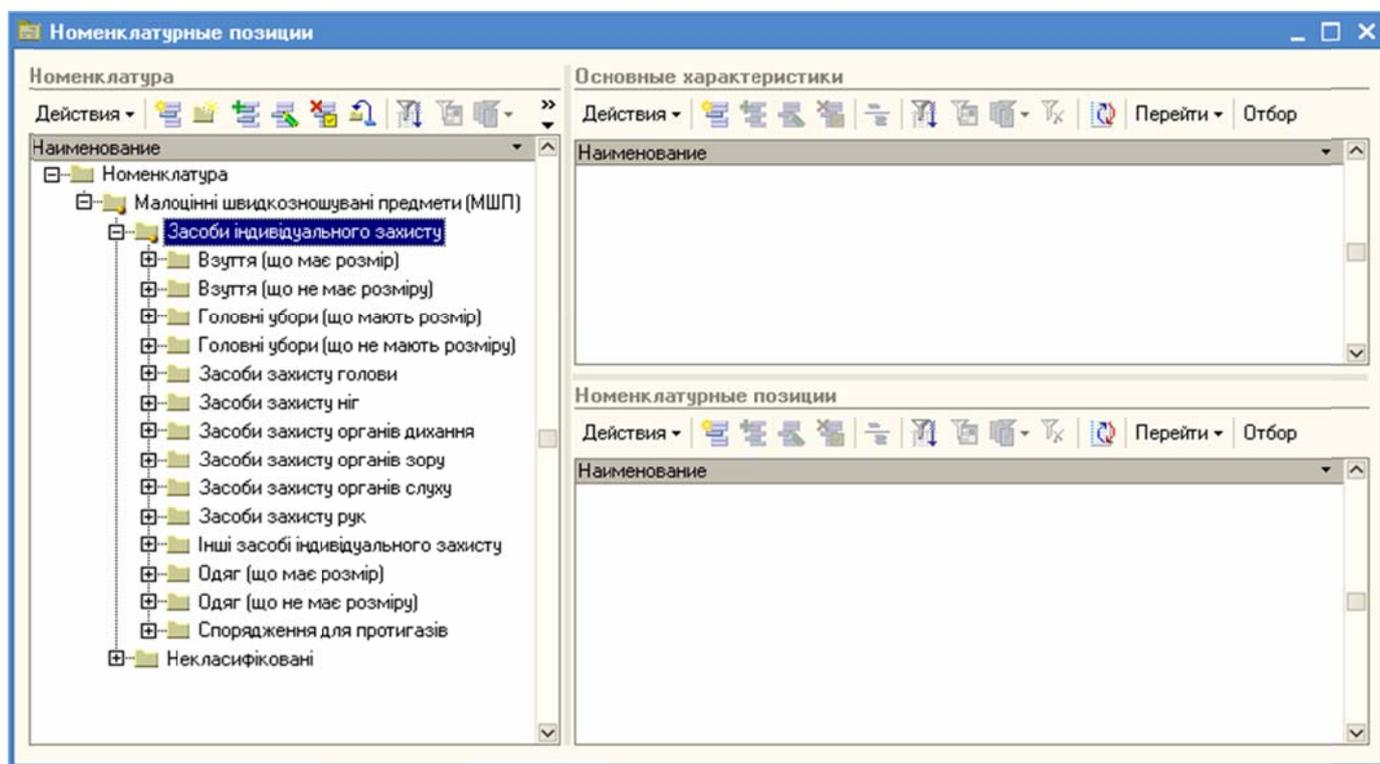

Рисунок 139 – Классификатор номенклатурных позиций
1. Открыть классификатор номенклатурных позиций (Рисунок 139), используя главное меню программного комплекса (Номенклатура -> Номенклатурные позиции).